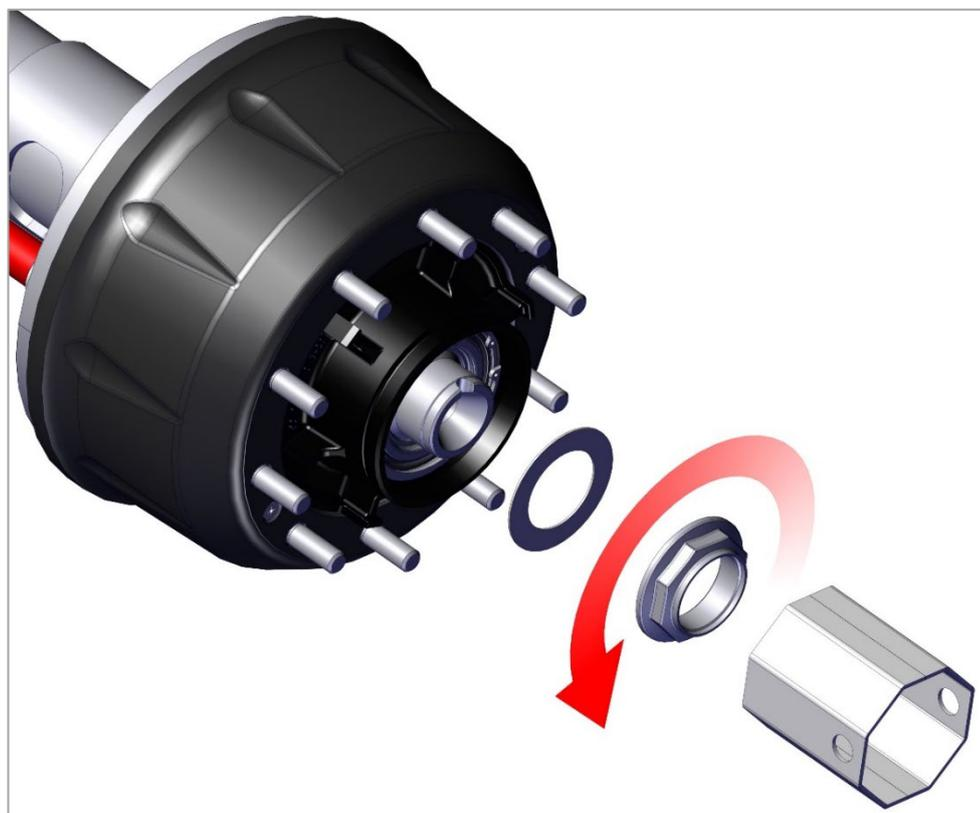

Рис. 11. Снятие гайки подшипников.
1) Отверните специальным ключом крышку ступицы, убедитесь, что резиновое уплотнительное кольцо не повреждено (рис. 11).
2) Отверните гайку подшипников ступицы и снимите упорную шайбу (рис. 11).